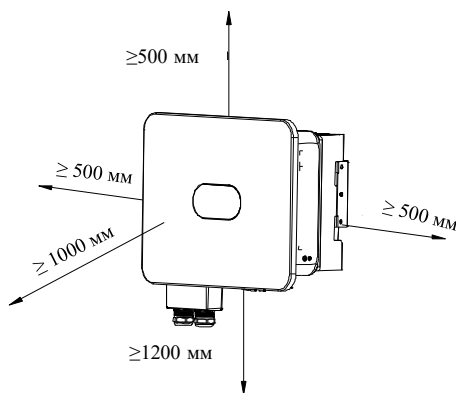

Рис. 4.4 Расстояние между инвертором и окружающими его предметами
(2) Оставьте вокруг инвертора достаточное пространство, чтобы облегчить циркуляцию воздуха и дальнейшие манипуляции с инвертором. См. рис. 4.4.